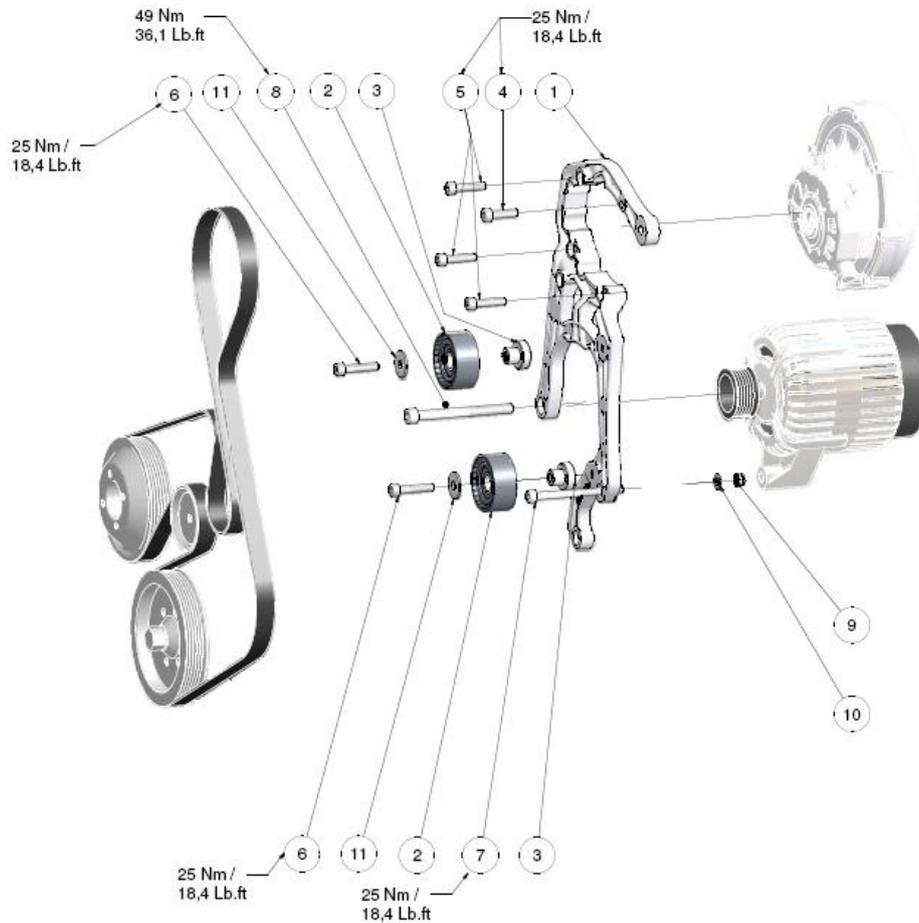

Abbildung 22: Bauteile Riementrieb
6. Kompressor an Grundplatte montieren (Schrauben Abb. 22 Pos. 4 und 5 nur ansetzen, nicht anziehen, Achtung unterschiedliche Schraubenlängen beachten). Kompressorbefestigungsschrauben M8 mit 24 Nm anziehen